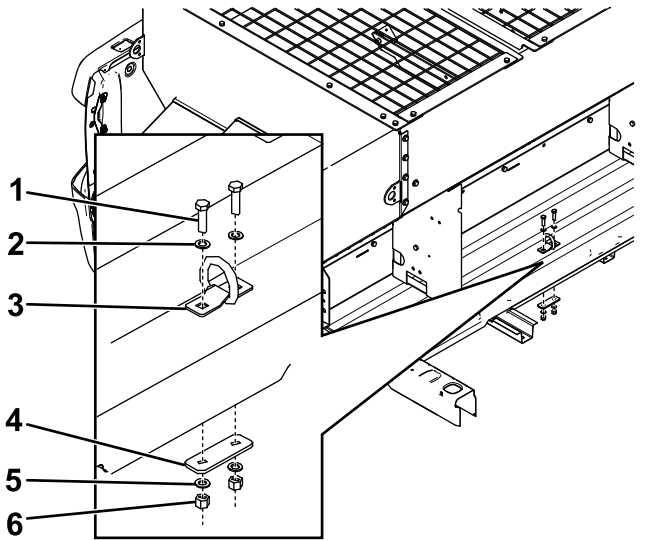

图9
2. 如图9 所示安装 D 形环，并上紧螺栓扭矩至 28N·m。